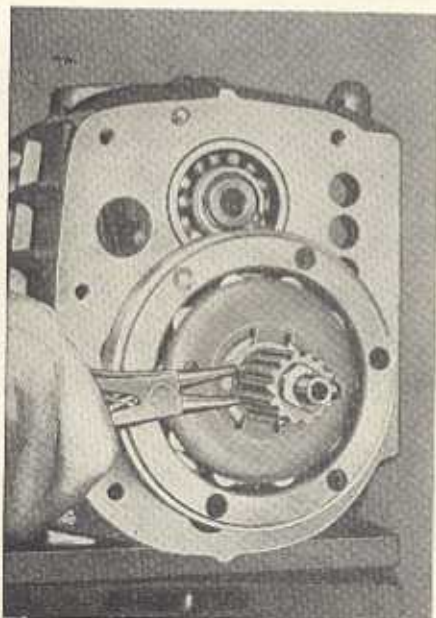

Bild G 71
7. Sicherungsring auf die Kegelradwelle vor dem Frei-laufstern mit Sicherungsringzange aufziehen (Bild G 71).